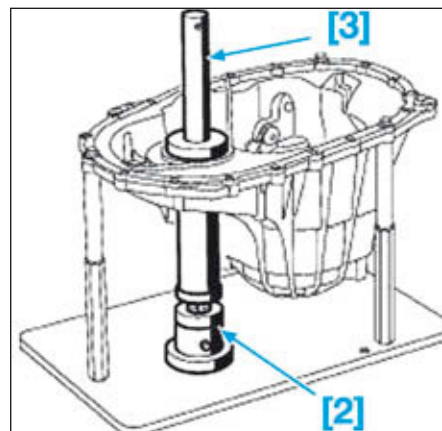

FIG.43
- Mettre en place l'outil [2] (Fig.43) sous le carter de mécanisme.